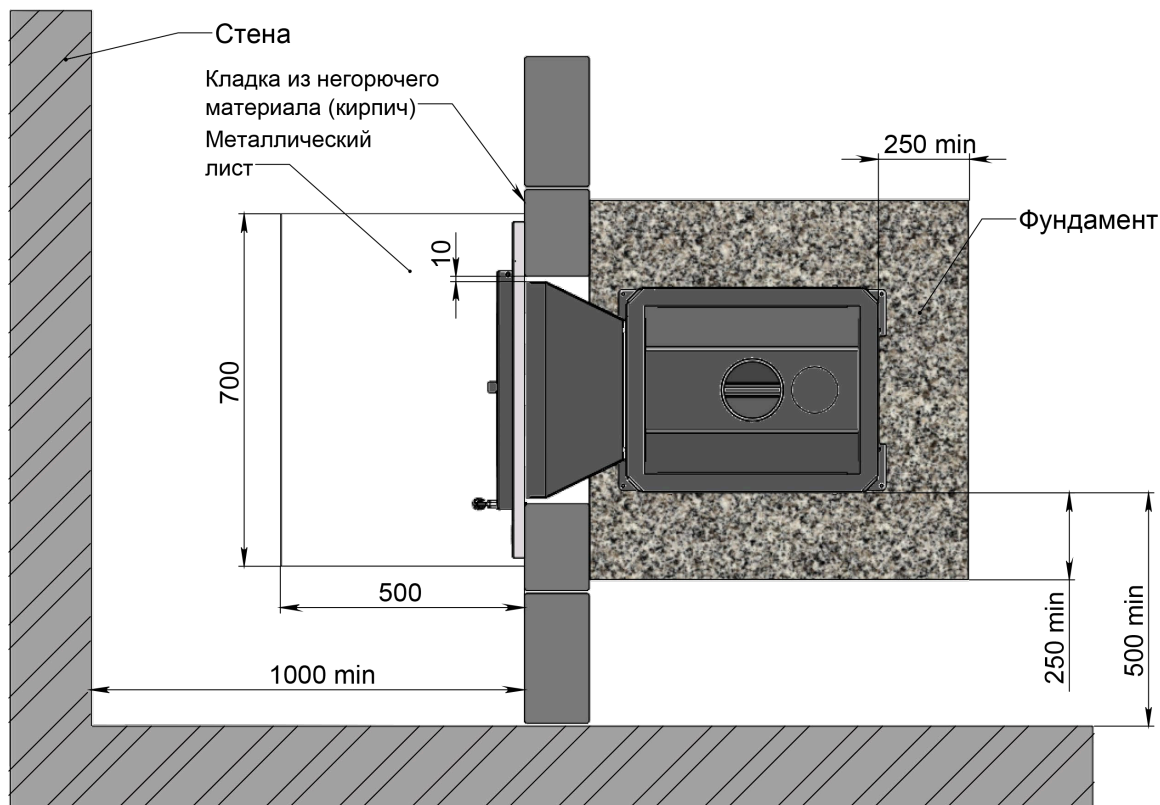

Рис. 3 Схема установки печи **PLAZMA** (вид сверху)
Передняя и боковая поверхность печи могут располагаться на расстоянии не менее 50 мм от стены, сделанной из негорючих материалов (рисунок 3).
2. Установить печь со стороны парильного помещения так, чтобы топливный канал прошел сквозь отверстие, предусмотренное в стене (рис. 3, 4).